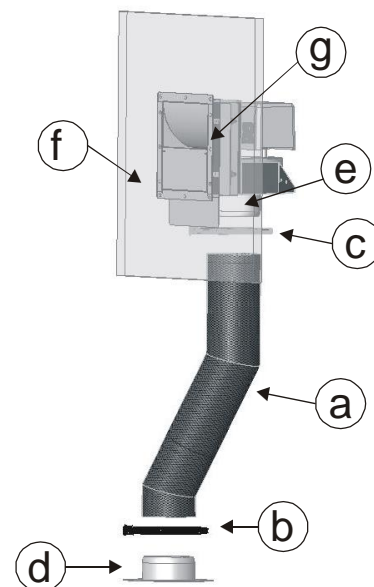

Figure 1– Raccordement des tuyaux
Avant d'installer le KIT COMFORT AIR à ventilation naturelle ou forcée, s'assurer de bien avoir préparé le matériel comme suit (fig.1) :
1. **En cas de ventilation naturelle** : raccorder les tuyaux flexibles (a) et les brides (d) $\varnothing 150$ aux raccords situés sur la partie supérieure du monobloc (fig.1).